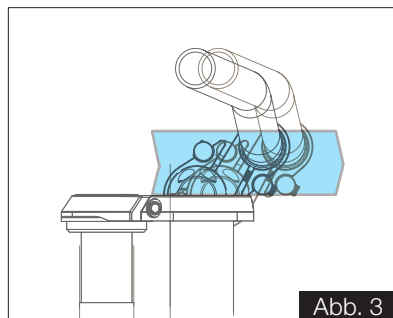

Abb. 3
Um die Distanz zwischen Sattel und Lenker zu verändern (Abb. 3), lösen Sie die vier Vorbaubefestigungsschrauben (B) und platzieren Sie den Vorbau an der gewünschten Position. Schrauben Sie nun den Vorbau mit den vier Schrauben wieder fest (8 Nm).